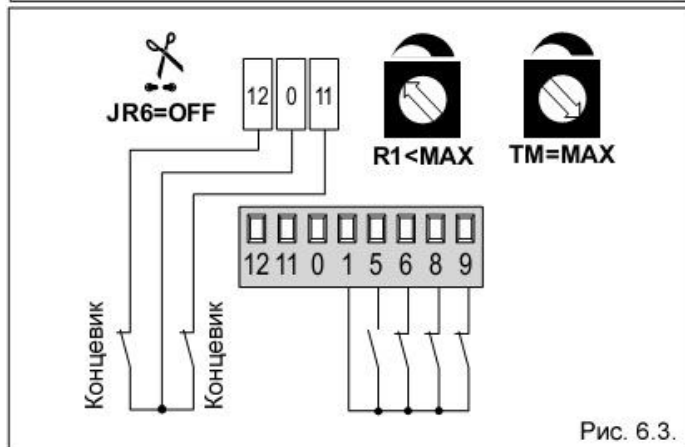

Рис. 6.3.
- присоедините Н.З. контакты концевиков положения "открыто" и "закрыто" к зажимам 12-0-11 (Рис. 6.3).